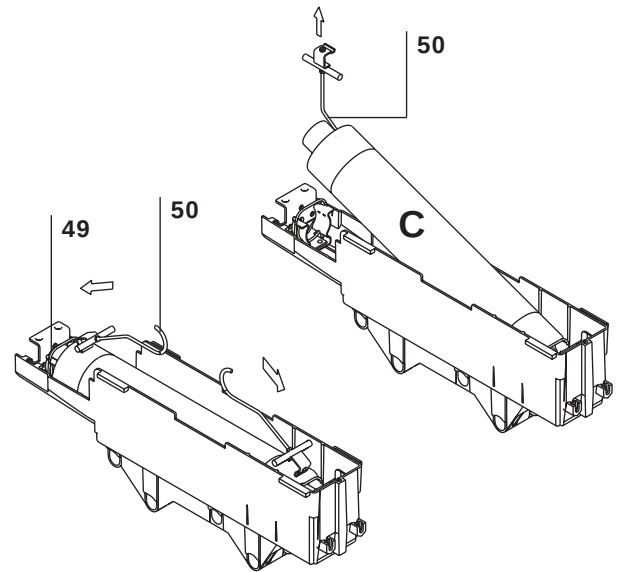

Fig. 55c
c) Smontaggio dei fusibili (fig. 55c)
c) Dismantling the fuses (fig. 55c)